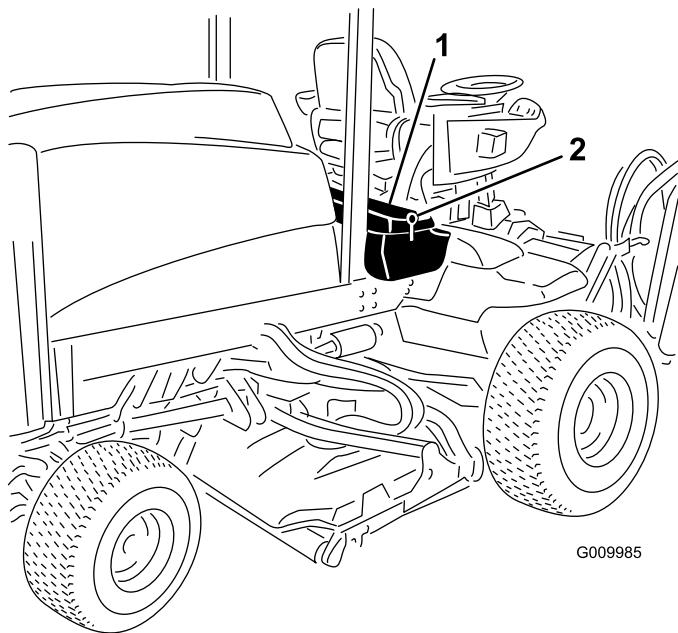

図 49
1. 右側の物入れのカバーのラッチを外して、カバーを上に開く図 49。